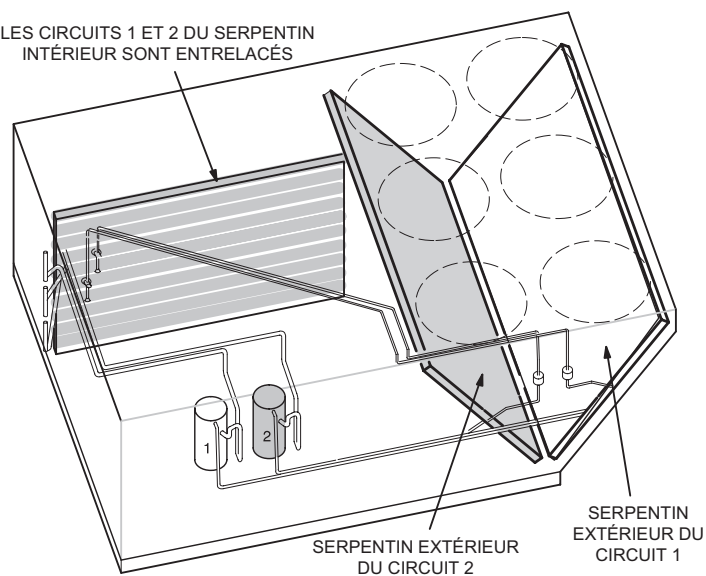

FIGURE 30
- 4 - Les unités SH/SD 180 et 240 contiennent deux circuits ou systèmes réfrigérants. Reportez-vous à la FIGURE 30.